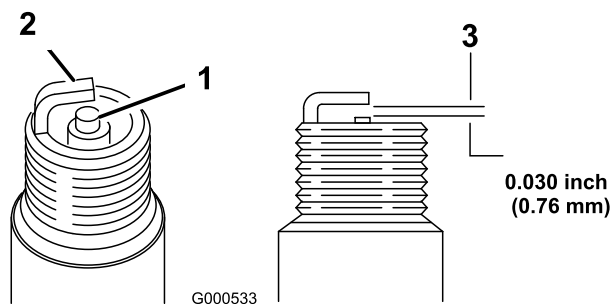

Figure 36
11. Réglez l'écartement des électrodes à 0,76 mm (0,030 po) (Figure 36).